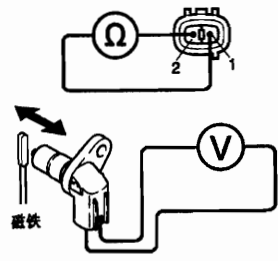

图 3-2-9
① 检查车速传感器(NCO)
① 从变速器上拆下车速传感器(NCO), 如图 3-2-9 所示, 检测车速传感器端子间的电阻, 20°C 时为 $560\sim 680\Omega$ 。使磁铁靠近车速传感器前端, 然后快速离开, 检测车速传感器端子间的电压, 应有脉冲电压
从变速器上拆下输出轴转速传感器(SP2),参见图 3-2-9,检测输出轴转速传感器端子间的电阻,20℃时为 560~680Ω。使磁铁靠近输出轴转速传感器前端,然后快速离开,检测输出轴转速传感器端子间的电压,应有脉冲电压